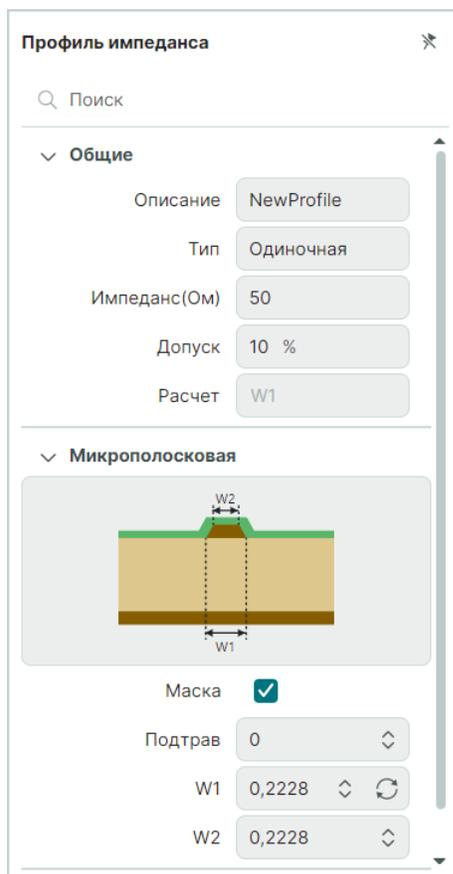

Рис. 53 Настройки профиля импеданса
3. Внесите необходимые настройки в поля панели «Профиль импеданса» (Рис. 53):